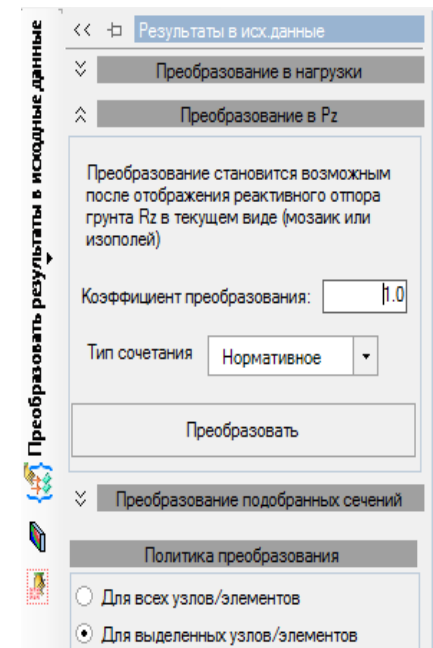

Рисунок 5.25
7. При преобразовании РСН сделать выбор в выпадающем списке окна **Тип сочетаний** (рисунок 5.25).